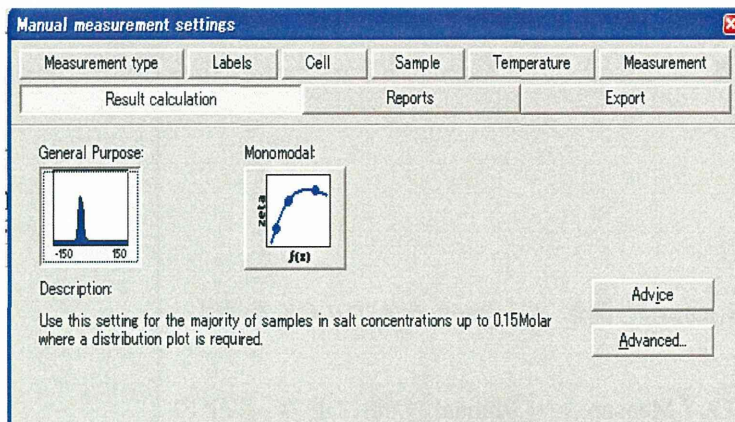
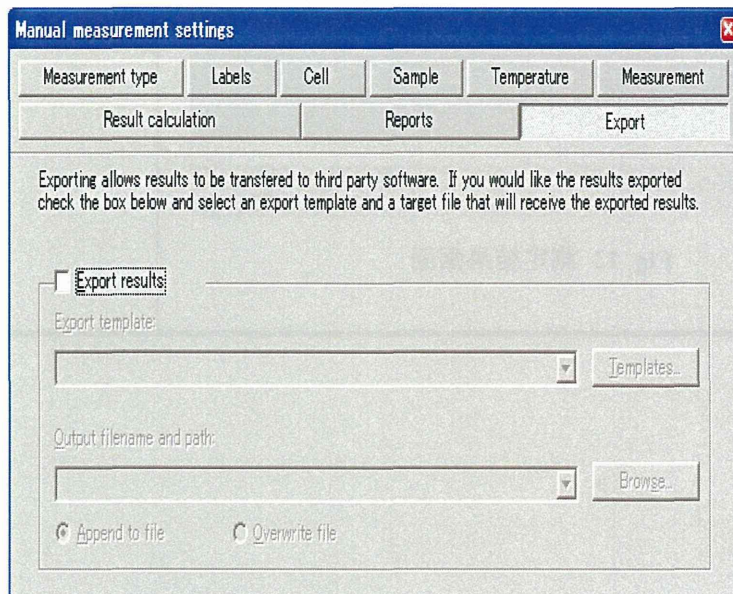

Fig. 8 『Result calculation』
Fig. 10 『Export』
- 9 『Result calculation』、『Reports』、『Export』は以下の Fig. 8 から Fig. 10 のように設定をする。(細かな設定は特にしない)